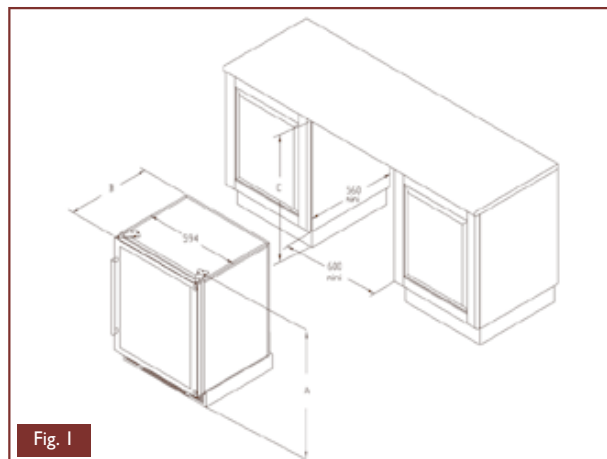

Fig. 1
- Dimensions for solid or glass door (Fig. 1) :